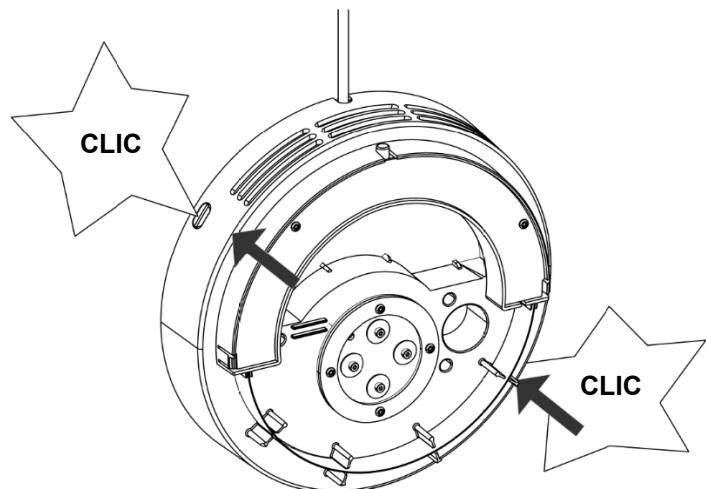

Figure 43 - Centrale insérée dans le chapeau de façade
2. Enfoncez la centrale sur le chapeau de façade jusqu'à ce qu'elle s'enclenche (voir Figure 43 ci-dessous).